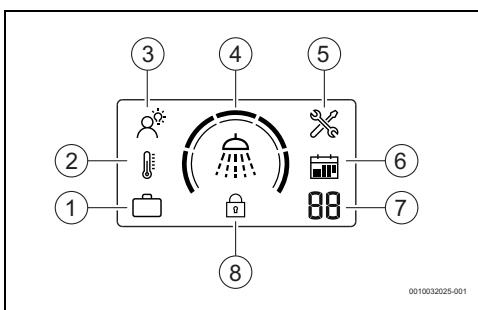

fig. 5 Montimi i pulnit me ekran
- ▶ Shtypni tastin derisa modaliteti SMART të shfaqet në ekran (→ Fig. 5 [3]).
- ▶ Shtypni tastin derisa në ekran të shfaqet modaliteti Manual (→ Fig. 5 [2]).
- ▶ Shtypni tastin përfshirë caktuar numrin e dëshiruar të ditëve të pushimit (→ Fig. 5 [7]).
Ky funksion e kyç panelin e kontrollit (→ Fig. 5 [8]).